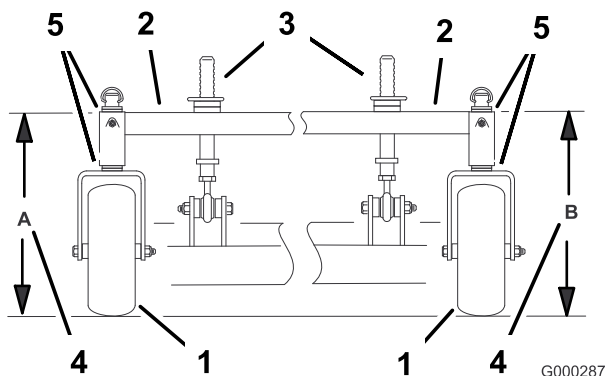

Bild 55
- Messen Sie die Höhe des Trägerrahmens an Stelle **A** (Bild 55).
- Messen Sie die Höhe des Trägerrahmens an Stelle **B** (Bild 55).